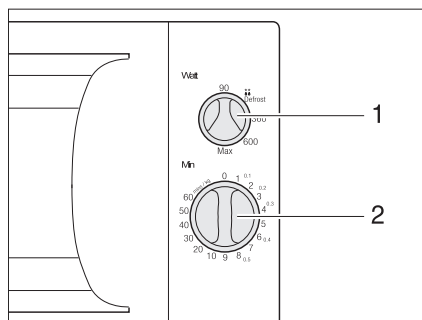

Fig. 193 Elementos de mando del horno microondas
- Seleccionar la potencia con el regulador giratorio (Fig. 193,1).
- Seleccionar el tiempo de cocinado con el regulador giratorio (Fig. 193,2). Comienza el proceso de cocinado.